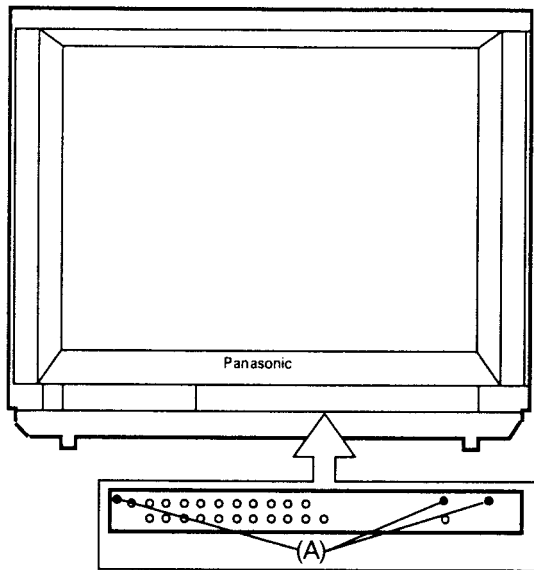

Fig.5 Abb. 5
1. Remove the 3 screws (A) as shown in Fig.5.
1. Die 3 Schrauben (A) entfernen (siehe Abb. 5).